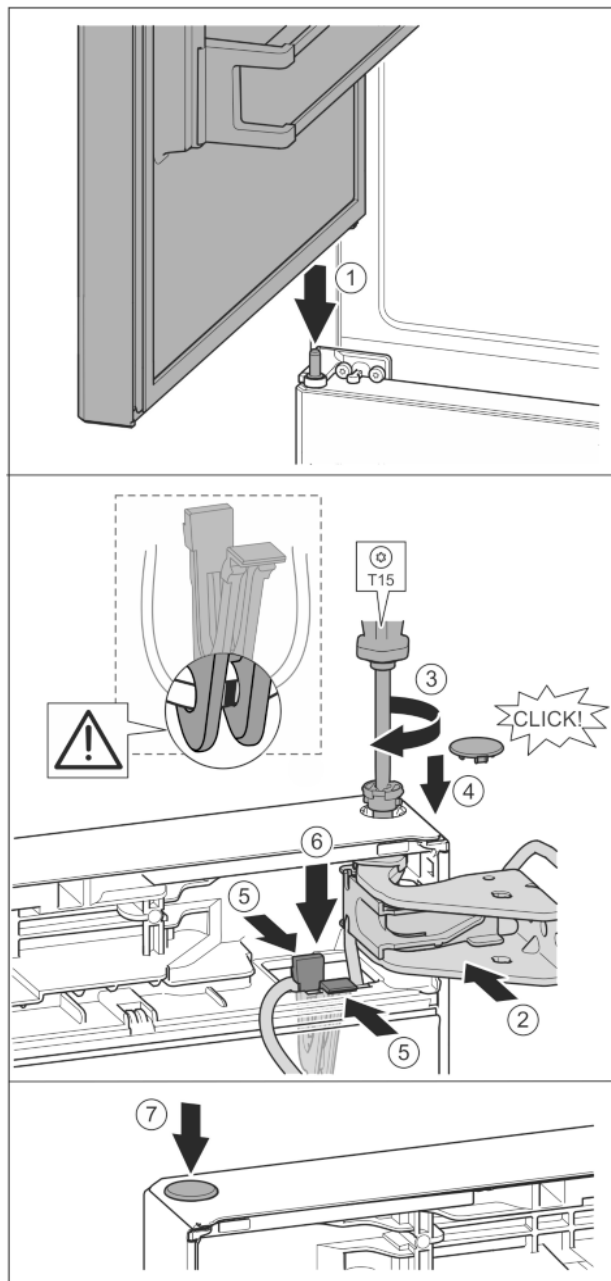

Fig. 39
- ▶ Встановлення верхніх дверцят на середній опорний палець Fig. 39 (1)
- ▶ Вирівняйте дверцята зверху по отвору в опорному кронштейні. Fig. 39 (2)
- ▶ Вставте палець та закрутіть за допомогою викрутки T15. Fig. 39 (3)
- ▶ Встановіть захисну кришку для захисту дверцят: вставте захисну кришку і проконтролюйте, щоб вона прилягала до дверцят. Якщо це не так, повністю вставте палець. Fig. 39 (4)
- ▶ Вставте тримач із зафіксованим в ньому кабелем в отвір. *Fig. 39 (5)*
- ▶ Притисніть тримач донизу так, щоб з'єднувальна накладка зафіксувалася. *Fig. 39 (6)*
- ▶ Вставте пробку. *Fig. 39 (7)*